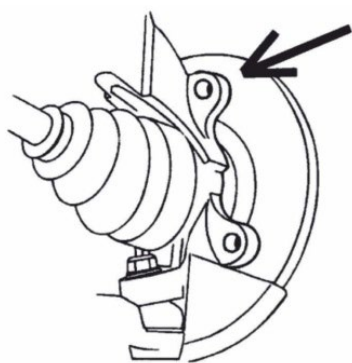

Рисунок 13
7.2.1 См. рис. 13 и 14, на них показаны отверстия для крепления суппорта